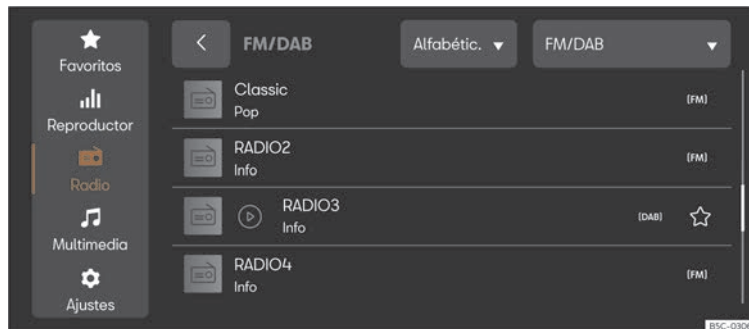

Fig. 176 Representación esquemática: Vista Radio.
- Pulse **MENU** > >>> **fig. 176**.